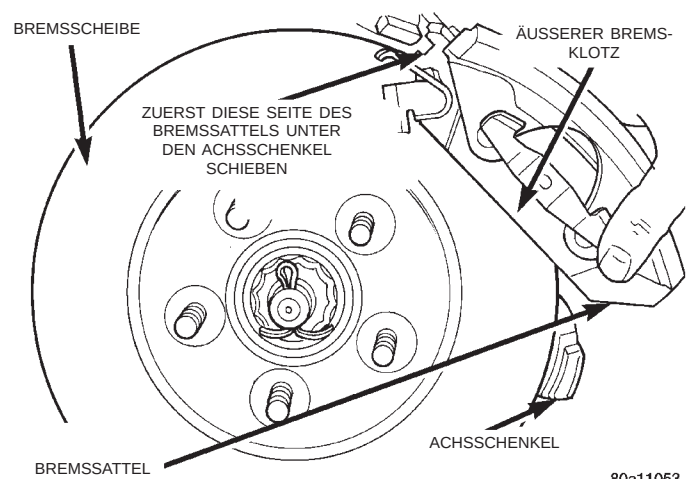

Abb. 53 Bremssattel anbauen
(8) Bremsscheibe auf Radnabe montieren.
(9) Bremssattel auf Achsschenkel montieren. Dazu zuerst das Oberteil des Bremssattels unter den obersten Anguß des Achsschenkels schieben. Dann das Unterteil des Bremssattels gegen den unteren Anguß drücken (Abb. 53).